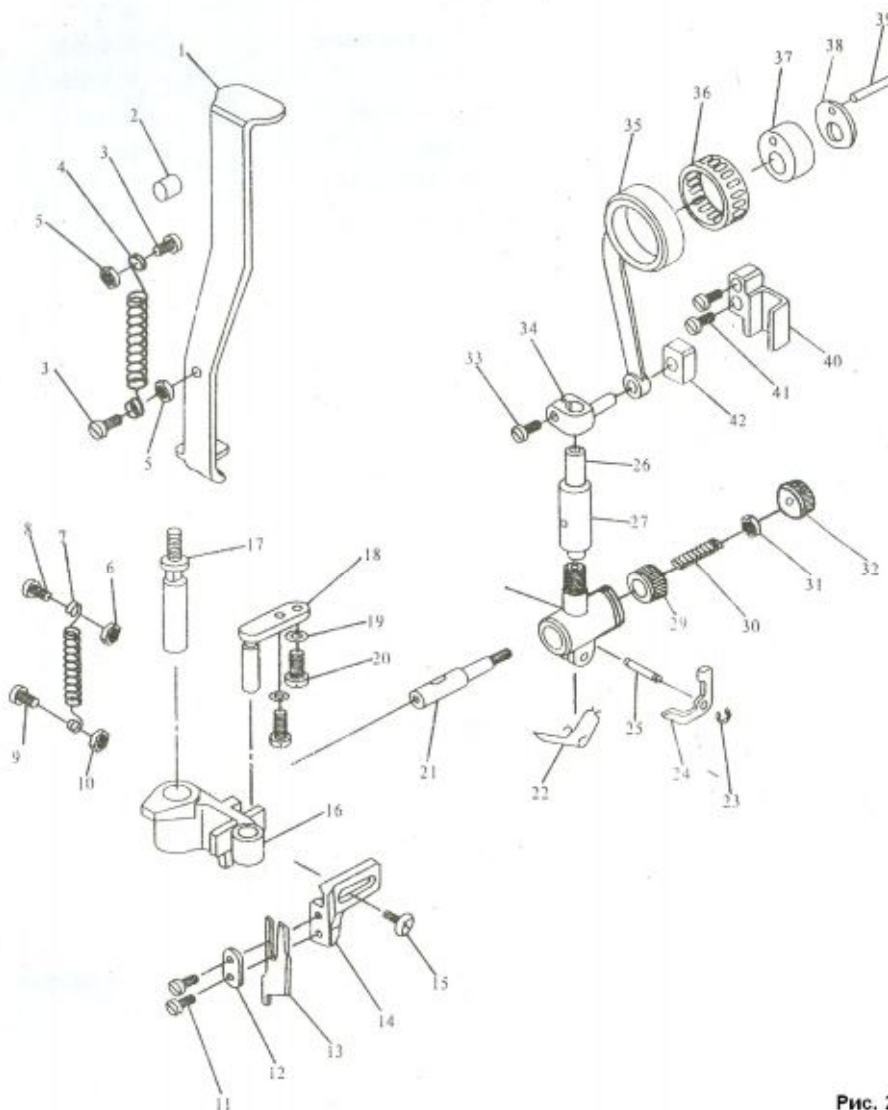

Рис. 28
2. Вы можете подрегулировать подъем лапки до 13 мм регулировочным винтом рычага коленоподъемника (1). (Максимальный подъем для машины модели GC 5550A должен быть 9 мм).
3. Если Вы отрегулировали подъем на высоту более 10 мм, убедитесь, что нижний конец стержня игловодителя (2) не ударяет в лапку (3) при атком положении стержня.
19. МЕХАНИЗМ ОСНОВОЧНОГО НОЖА (Рис. 28)
1. Перевод верхнего подвижного ножа «13» из нерабочего положения в рабочее и обратно производится поворотом рычага «1» (Рис. 28).